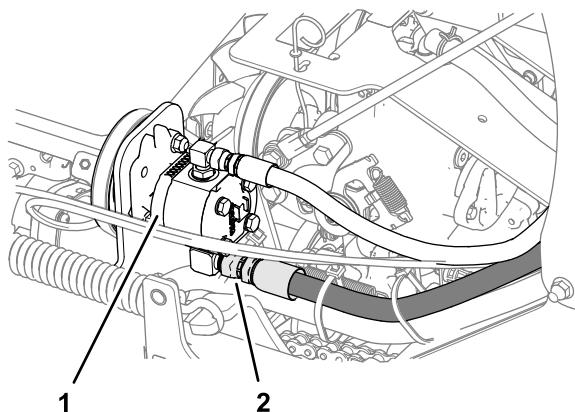

Bild 53
6. Lösen Sie den Saugschlauch vom Pumpenanschluss ab, reinigen Sie den Bereich um den Pumpenanschluss und lassen Sie das Öl ablaufen (Bild 53).